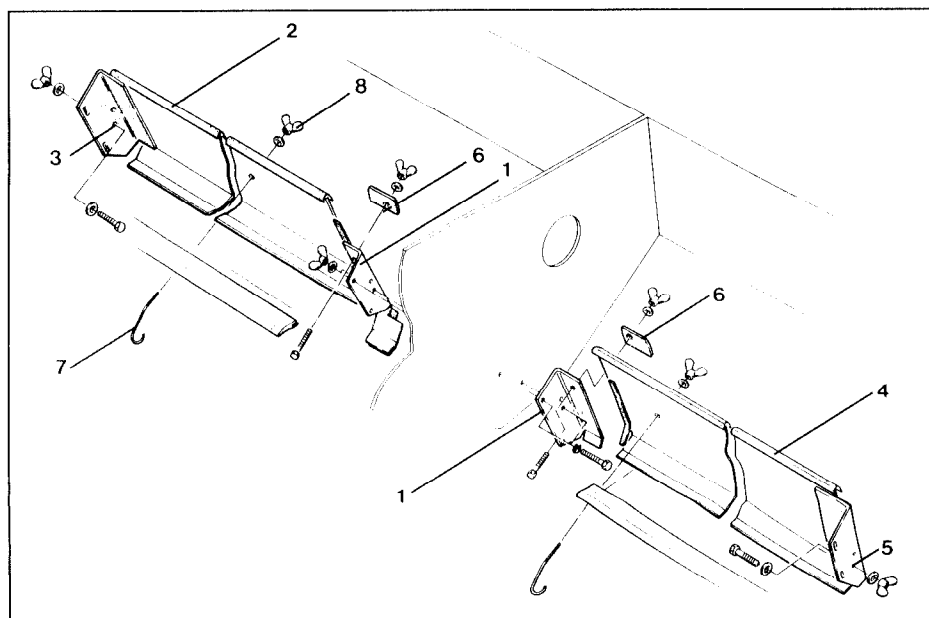

Fig. 51
- De midterste sidedele (Fig.51/1) skrues på såkassens midterplade.
- Den højre rapsindsatskasse (Fig.51/2) skrues på højre såkaseydervæg. Der skal bruges hullet (Fig.51/3).
- Den venstre rapsindsatskasse (Fig.51/4) skal monteres på samme måde på venstre side. Der hullet (Fig.51/5) skal bruges.
- Rapsindsatskasserne klemmes fast i såkassemidten med hver en klemlaske (Fig.51/6).